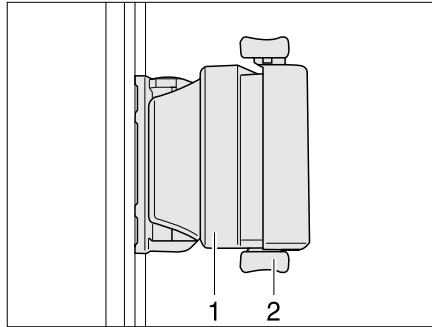

Bild 63 Schiebefenster mit Druckverriegelung
- Verriegelung (Bild 63,2) nach oben drücken.
- Griff (Bild 63,1) drücken und gleichzeitig nach vorn oder hinten schieben.